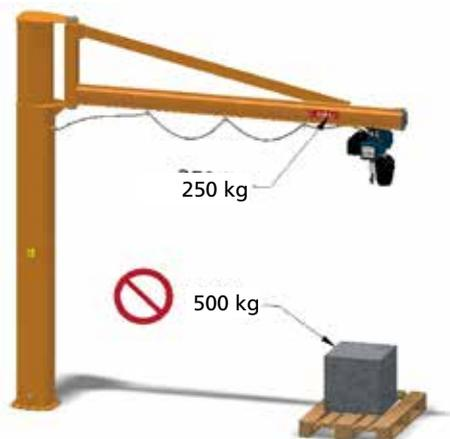

Abb.63
- ▶ Lasten, deren Gewicht, einschließlich aller Zubehöerteile, die Tragfähigkeit des Krans überschreitet (Abb. 63).